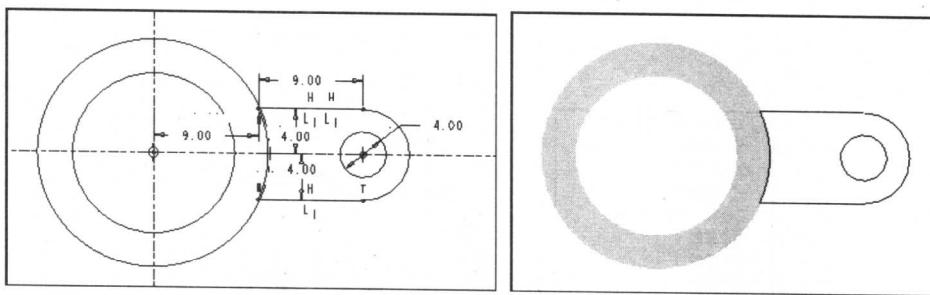

图 1-14 绘制的草图 2
(14) 关闭“基准平面开/关” \square ，然后在草绘工具栏中选择“2 点线” \wedge 工具、“圆” \circ 工具和“3 点弧” \curvearrowright 工具来绘制草图，并在草图中设置直线和圆的直径参数，如图 1-14 所示。单击“确定”按钮 \checkmark ，完成草图 2。